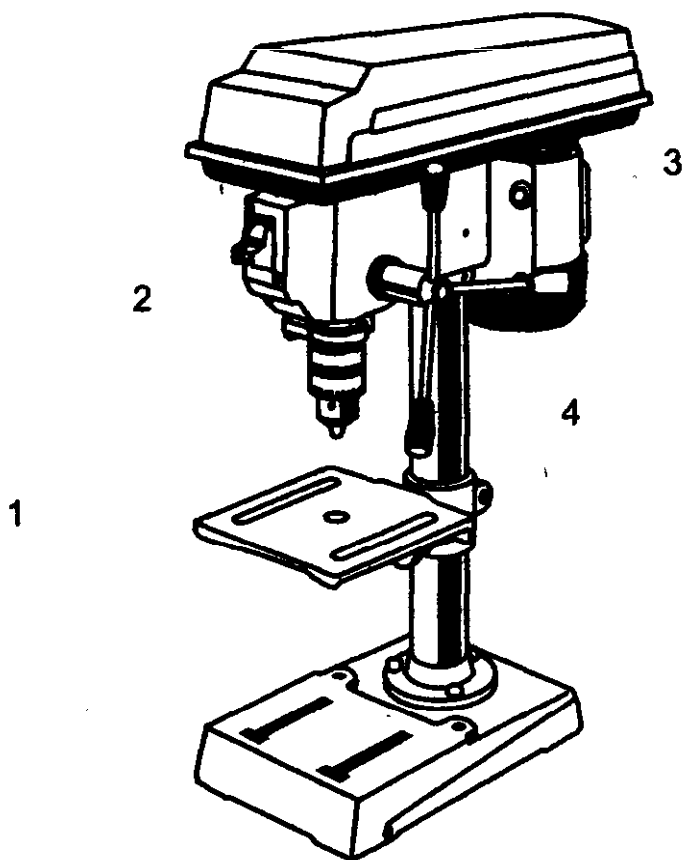

Рис. 18. Сверлильный станок
**Сверление, зенкерование и развертывание отверстий.** *Сверление* — процесс образования отверстий в сплошном материале режущим инструментом — спиральным или перовым сверлом. Чаще всего отверстия сверлят с помощью сверл, переходных втулок, сверлильных патронов на сверлильных станках и установках (рис. 18), в которых сверлильную машину 2 закрепляют на стойке 4, снабженной поворотным перемещающимся вверх и вниз столом 1, на котором в зажимном устройстве закрепляют деталь.